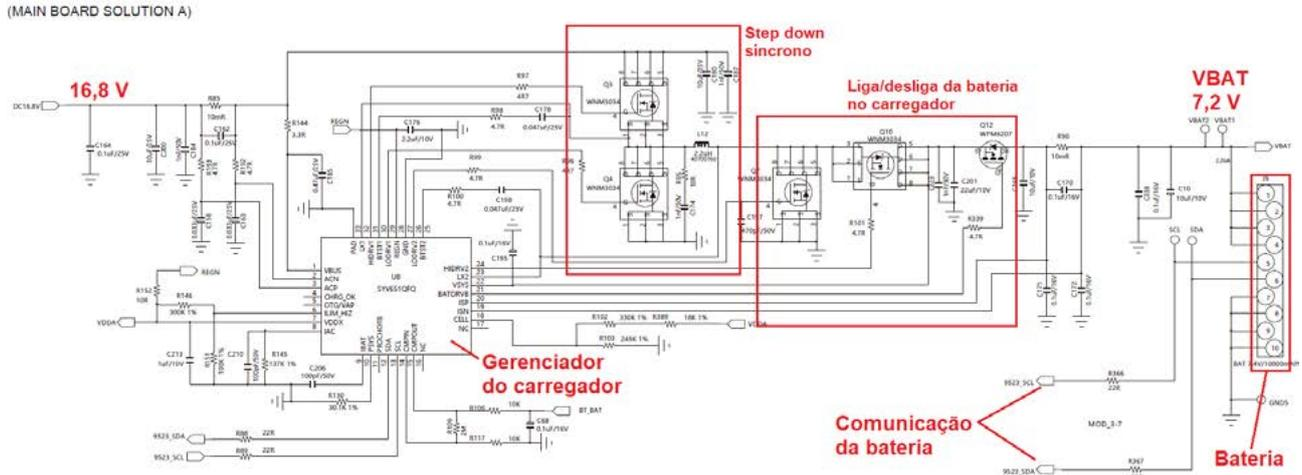

Figura 5
**Circuito de carregamento da bateria** – Veja no esquema da figura 5, o circuito de carga da bateria do Boombox JBL 3.